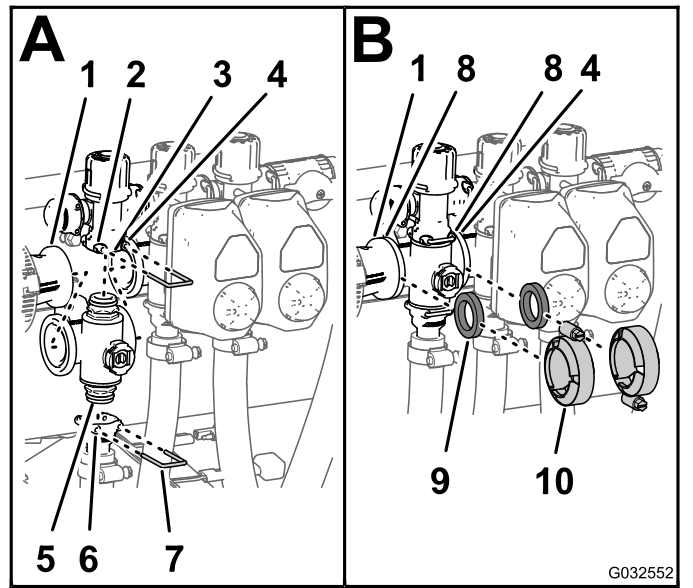

Figura 107
1. Inserte el conector de extremo superior del distribuidor en el acoplamiento de desvío (A de Figura 107).
2. Sujete el conector de extremo al acoplamiento de desvío insertando una horquilla de retención en el acoplamiento de desvío (A de Figura 107).
3. Monte el conector de salida en el conector de extremo inferior del distribuidor (A de Figura 107).
4. Sujete el conector de extremo al conector de salida insertando una horquilla de retención en el conector de salida (A de Figura 107).
5. Alinee una junta entre las bridas del racor reductor y el distribuidor de la válvula de sección (B de Figura 107).
6. Monte el racor reductor, la junta y el distribuidor de la válvula de sección con una abrazadera apretada a mano (B de Figura 107).
7. Para instalar las 2 válvulas de sección de la izquierda, alinee una junta entre las bridas de los distribuidores de las 2 válvulas de sección adyacentes (B de Figura 107).
8. Monte los distribuidores de las 2 válvulas de sección adyacentes y la junta con una abrazadera apretada solamente a mano (B de Figura 107).